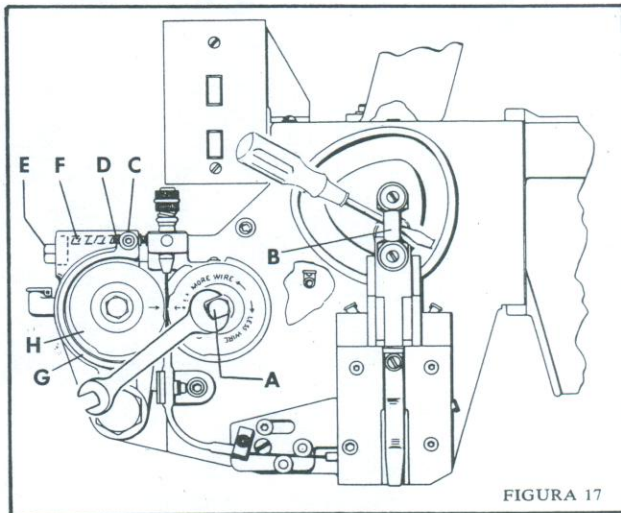
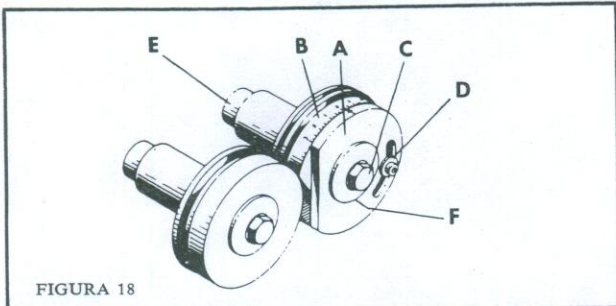
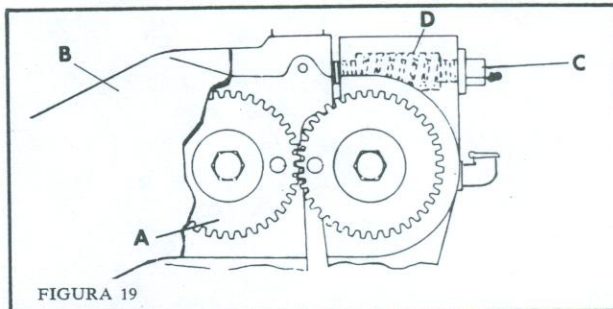
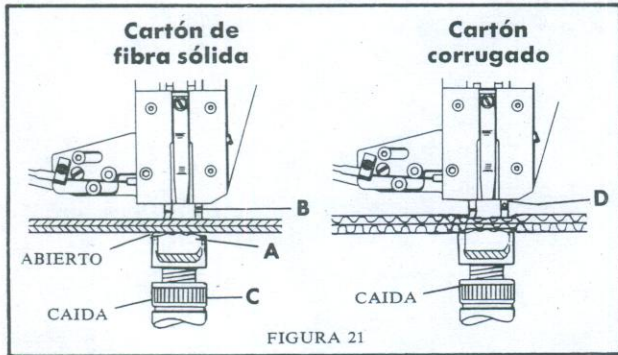

FIGURA 17
FIGURA 18
FIGURA 19
FIGURA 21
Desconecte el motor y suelte el tornillo de la rueda de alimentación (índice A, figura 17). Puesto que al girar el tornillo se moverán los engranajes a no ser que se sostengan en su lugar, es necesario aplicar presión de izquierda a derecha sobre un destornillador insertado en la articulación del impulsor (índice B, figura 17). La rueda de alimentación ahora puede moverse como se requiere. Generalmente un movimiento de 1/32" a 1/16" es suficiente. El perno debe apretarse a la vez que se aplica presión de derecha a izquierda sobre el destornillador. Esta operación debe repetirse hasta que la longitud de las patas de la grapa sea igual o exista una variación no mayor de 1/64". Si usted no puede lograr la longitud correcta de las patas, verifique la separación entre las ruedas de alimentación.
(1) Suelte el tornillo de seguridad (índice C, figura 17). (2) Gire el tornillo de regulación (índice D, figura 17) a la posición deseada. (3) Cierre el tornillo de regulación apretando el tornillo de seguridad. (4) Gire el volante hasta que los formadores y el impulsor estén en el punto más alto de su carrera. En algunos casos una estría está desgastada en una o ambas ruedas de alimentación. Esto hace que el alambre se resbale y da por resultado longitudes desiguales de las patas.
La relación del plano sobre la placa de levas (índice A, figura 18) con el plano sobre la rueda de alimentación derecha (índice B, figura 18) determina la cantidad de alambre que avanza en la máquina.
Desconecte el motor y suelte el tornillo de la rueda de alimentación (índice C, figura 18). Puesto que al girar este tornillo se moverán los engranajes a no ser que se sostengan en su lugar, es necesario aplicar presión de izquierda a derecha sobre un destornillador insertado en la articulación del impulsor (índice B, figura 17). Suelte el tornillo prisionero (índice D, figura 18) y gire la leva en la forma requerida. Mueva la flecha sobre la placa de levas hacia la izquierda para aumentar la pata derecha; mueva la flecha hacia la derecha para disminuir la pata derecha. Después de hacer el ajuste de la placa levas, apriete el tornillo prisionero y el tornillo de la rueda de alimentación a la vez que aplica presión de derecha a izquierda sobre el destornillador insertado en la articulación del impulsor. Esta operación debe repetirse hasta que las longitudes de las patas de la grasas sean iguales o hasta que la variación no sea mayor de 1/64".
La separación incorrecta causará desgaste excesivo de las ruedas de alimentación y cantidad incorrecta en el arco. Para fijar la separación de las ruedas de alimentación, apriete el disparo del pedal y gire la rueda motriz lentamente con la mano hasta que el plano de la leva en la rueda de alimentación derecha se contraponga a la rueda de alimentación izquierda. Suelte el tornillo de seguridad que ajusta con pasador (índice C, figura 17) y retorceda el tornillo de fijación (índice D, figura 17) hasta que la rueda de alimentación izquierda se ponga en contacto con la rueda de alimentación derecha y no pueda moverse con la mano. Luego gire muy lentamente el tornillo de fijación de izquierda a derecha hasta que la rueda de alimentación izquierda deje de hacer contacto con la rueda de alimentación derecha. El ajuste correcto es ese punto donde la rueda de alimentación izquierda gira libremente pero cuando el tornillo de fijación es girado 1° de derecha a izquierda y la rueda de alimentación izquierda no puede ya moverse. Con las ruedas de alimentación en esta posición, apriete el tornillo de seguridad.
Máquinas equipadas para engrapado con alambre plano: La rueda de alimentación izquierda (índice H, figura 17) controla el tiempo en el cual el alambre avanza en el cabezal de la máquina engrapadora. Si la regulación del tiempo es incorrecta, el alambre avanza antes que la cuchilla cortadora haya despejado la salida de la ranura en el tubo cortador. Esto hace que el alambre se flexione.
Las máquinas engrapadoras equipadas con cuchillas cortadoras de 1/4" o de tamaño menor están correctamente reguladas en cuanto al tiempo cuando la flecha de la rueda de alimentación izquierda está aproximadamente horizontal cuando la máquina engrapadora está en posición neutra. Los engranajes también están marcados (índice A, figura 19) de modo que cuando se engranan con estas marcas que se oponen entre sí, la máquina está regulada en cuanto al tiempo correctamente para el tamaño de la cuchilla cortante con que la máquina estaba equipada originalmente. Al cambiar el tamaño de las cuchillas cortantes de 1/4" o menor a cuchillas de tamaño 5/16" o mayor, el alambre se flexionará generalmente entre las ruedas de alimentación y el tubo alimentador a no ser que la máquina vuelva a ser regulada en su tiempo.
- (1) Retire la protección de engranajes (índice B, figura 19).
- (2) Retire la clavija de resorte de compresión (índice C, figura 19) y el resorte de compresión (índice D, figura 19), soltando el gozne de placa de cabezal. No deje que la placa se desprenda.
- (3) Mueva ligeramente la placa con gozne de modo que los engranajes se separen y luego haga que el engranaje gire libremente una muesca.
- (4) Apriete la placa con gozne para acoplar los engranajes.
- (5) Inserte el resorte de compresión y la clavija.
- (6) Apriete.
- (7) Vuelva a ajustar la longitud de la pata derecha. (Véase también "RUEDAS DE ALIMENTACION" en la página 13.)
La rueda de alimentación derecha (índice B, figura 18) controla el tiempo en el cual el alambre avanza en el cabezal de la máquina engrapadora. Si la regulación del tiempo es incorrecta, el alambre avanza antes que la cuchilla cortadora haya despejado la salida de la ranura en el tubo cortador. Esto hace que el alambre se flexione. Cuando la máquina engrapadora está en posición neutra el engranaje de alimentación (índice A, figura 19) está correctamente colocado con el engranaje loco cuando las clavijas en el árbol de la rueda de alimentación (índice E, figura 18) están en posición vertical. Si se emplea una cuchilla cortadora del tamaño 5/16" o mayor, vuelva a colocar el engranaje de alimentación en un diente de izquierda a derecha cuando usted se encuentra frente a la máquina.
- (2) Retire la clavija de resorte de compresión (índice C, figura 19) y el resorte de compresión (índice D, figura 19), permitiendo que el gozne de placa de cabezal oscile hacia abajo fuera de su lugar.
- (3) Retire el tornillo de la rueda de alimentación y la rueda de alimentación (índices C y B, figura 18).
- (4) Empuje hacia atrás el árbol de la rueda de alimentación (índice E, figura 18) hasta que el engranaje de alimentación se desprenda del engranaje loco.
- (5) Vuelva a colocar los engranajes como se describe en el párrafo precedente.
A no ser que el material de trabajo sea comprimido correctamente entre el bloque de la matriz (índice A, figura 21 o índice 7, figura 39) y el formador y la unidad impulsora (índice B, figura 21), las grapas no penetrarán o remacharán correctamente. La compresión insuficiente hace que las patas de la
Véase la figura 21. (1) Baje el bloque de la matriz (índice A) lo más posible. (2) Apriete el pedal y gire manualmente la rueda motriz en dirección de la flecha azul hasta que la caja del formador (índice B) esté en el punto más bajo de su carrera. (3) Coloque el material que se va a trabajar en el bloque de la matriz con la mano izquierda. (4) Si el material es fibra sólida, gire la tuerca de ajuste (índice C en las máquinas engrapadoras del tipo de columna; índice 50, figura 39 en las máquinas engrapadoras del tipo de brazo) hasta que el material sea sujetado firmemente entre el bloque de la matriz y los formadores. Si el material de trabajo es fibra corrugada, gire la tuerca de ajuste (índice C, figura 21) hasta que el bloque de la matriz y los formadores compriman ligeramente el material de trabajo. (5) Gire la rueda motriz hasta que la articulación del impulsor (índice B, figura 17) esté en posición vertical y la rueda motriz gire libremente.